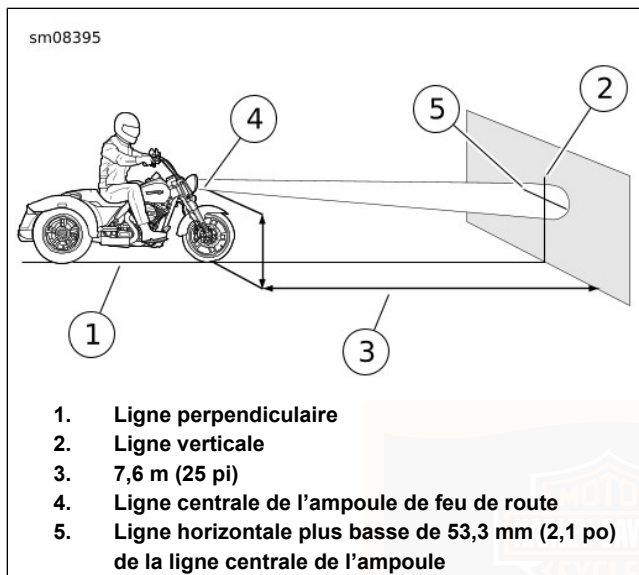

Figure 78. Alignement du phare : FLRT
4. Voir Figure 78. Garer la moto sur une ligne centrale (1) perpendiculaire au mur.
6. Tracer une ligne verticale (2) sur le mur.